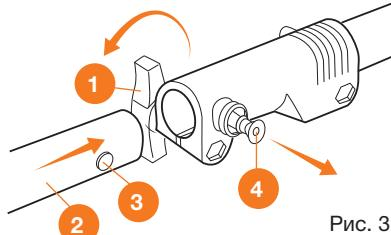

Рис. 3
Добавьте небольшое количество консистентной смазки на вал нижней штанги ②. Ослабьте крепление винта ①, потяните по стрелке стопорный стержень ④ и вставьте нижнюю штангу ② до щелка фиксации стержня ④ в отверстие ③. Затяните крепление винтом ① (Рис. 3).